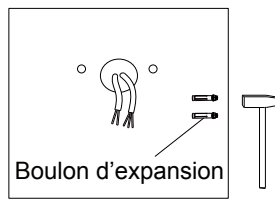

figure 10
2. Enfoncez les boulons d'expansion (inclus) dans le mur. (figure 10)